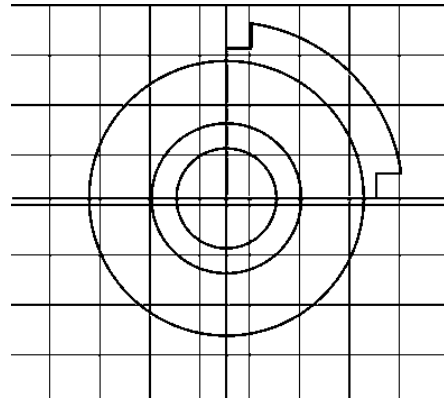

Рис. 44. Построение контура
3. Построение контура (рис. 44):